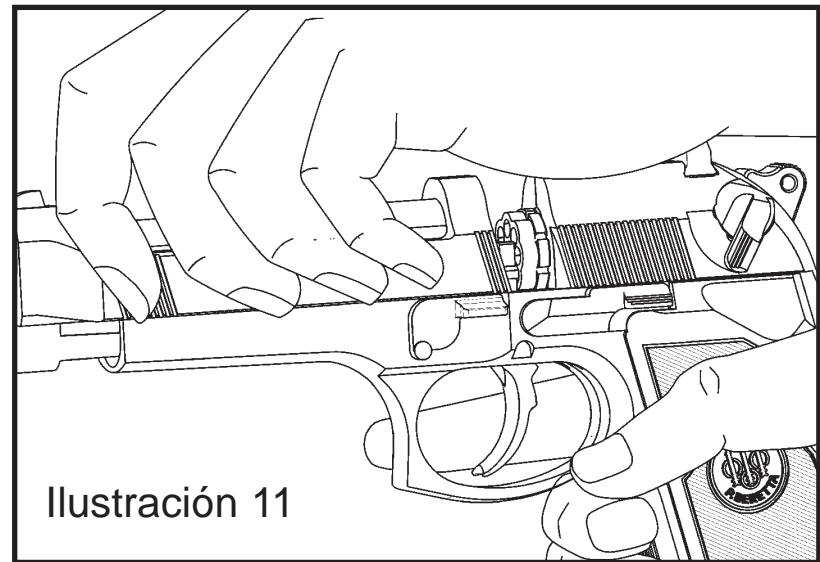

Ilustración 11
- Asa la corredera al nivel de la punta (véase ilustración 11) y empújela hacia atrás hasta que encaje en su posición.